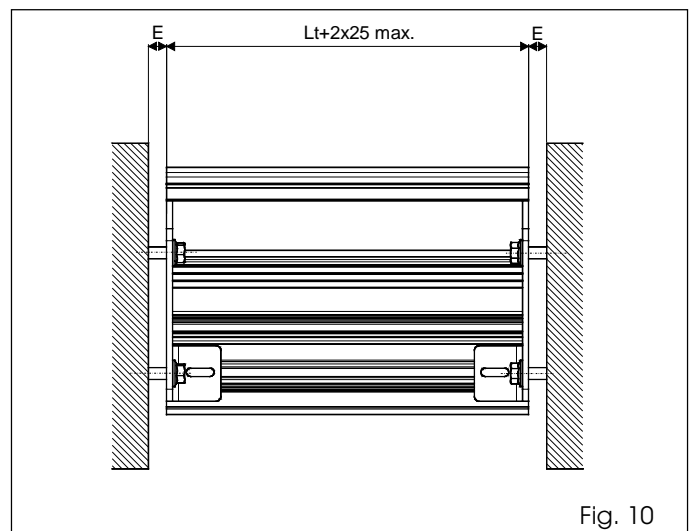

Fig. 10
•Fije las placas laterales utilizando tacos adecuados (no se suministran en dotación) y prevea las eventuales arandelas de espesor para los espacios E (fig. 10).